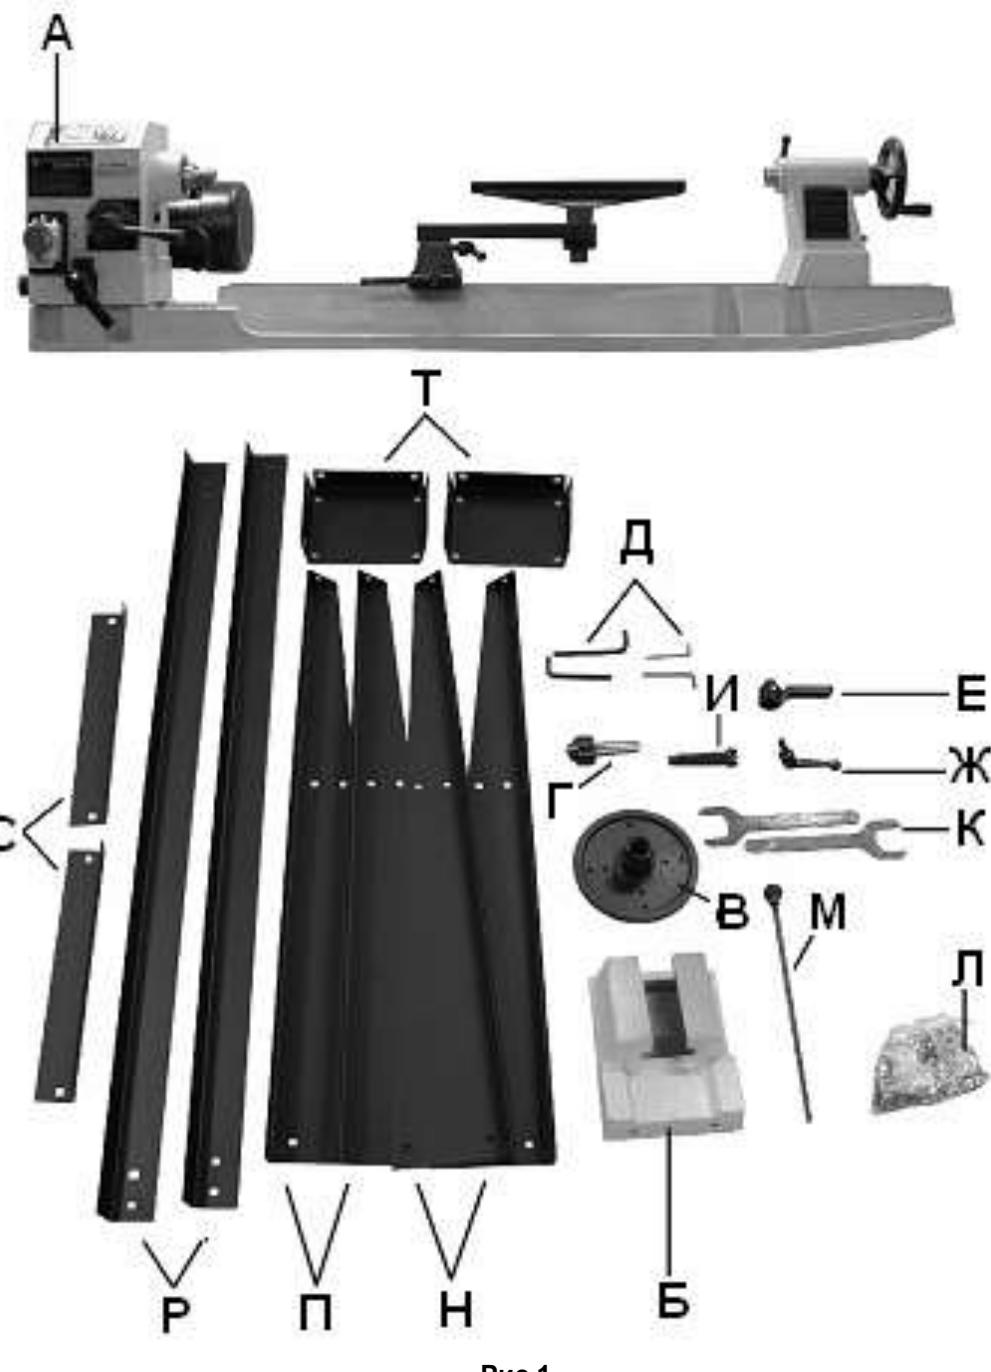

Рис.1
- 3.1. В комплект поставки (Рис.1)входит: